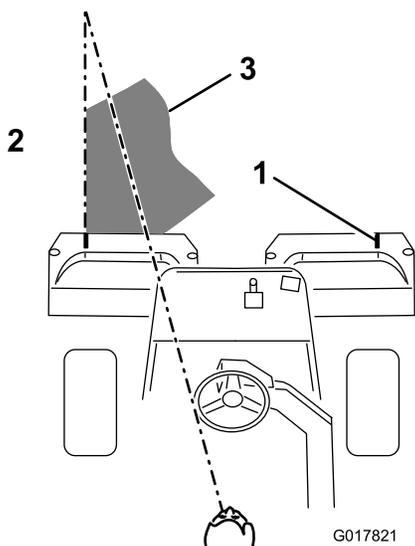

图40
- 掉头回来的下一道，请与前一道保持最小的交叠量。为了保持以直线方式穿果岭，并使得机器与此前剪草的边缘保持等距，请在机器前到果岭未剪部分的边缘虚构一条长约 1.8~3m 的视线（图40）。有人发现，将方向盘的外缘看作视线的一部分非常有用；即让方向盘边缘对准与机器前面始终保持等距的某个点（图40）。